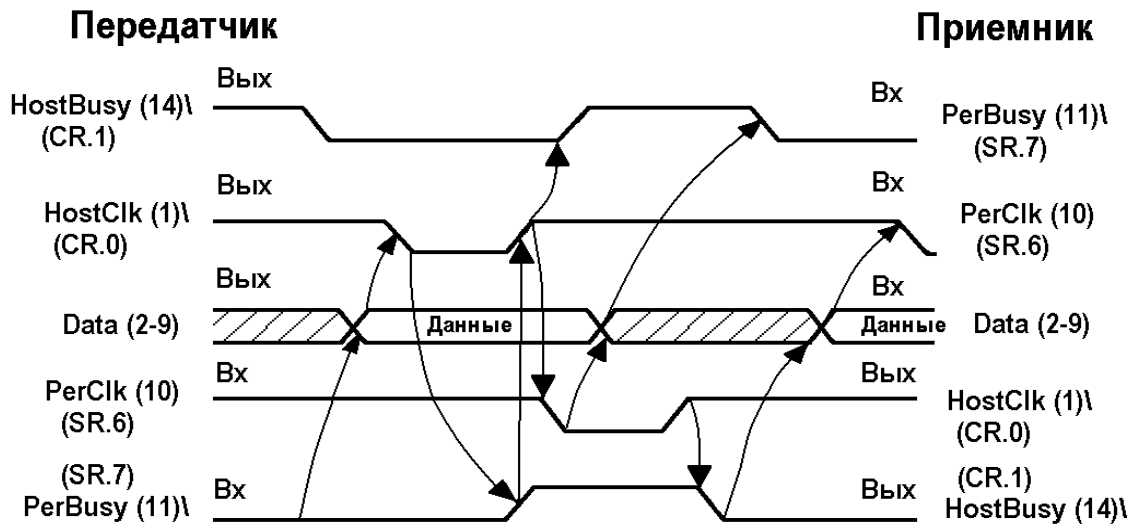

Рис. 1. Временная диаграмма протокола передачи данных через двунаправленные параллельные порты между ПК в режиме Bi-directional
3. Снять осциллограммы сигналов HostBusy (14), HostClc (1), Data (2,3), PerClc (10), PerBusy (11) с привязкой к переднему фронту сигнала HostBusy (14). Сигналы снимать с контактов разъема передающего компьютера, расположенного на кроссовой плате. Номера контактов, на которых наблюдается соответствующий сигнал, приведены в скобках.
4. Сравнить полученные осциллограммы с временными диаграммами, приведенными на рис. 1 и 2.
Передача/прием данных в режиме Bi-directional рассматривается на примере фрагментов программ (программа-передатчик и программа-приемник), реализующих протокол передачи байтов данных через двунаправленный порт Bi-directional из одного ПК в другой с использованием двух типов квитирующих сигналов. Один определяет готовность устройств к обмену. Второй тип сигналов со стороны передатчика сопровождает передаваемые данные и указывает приемнику момент считывания информации с линий данных, а со стороны приемника - подтверждает прием данных приемником (см. рис. 1).
В соответствии с временной диаграммой протокола передачи данных, приведенной на рис.1 и правилами программирования порта программа-передатчик выполняет следующие действия:
В соответствии с временной диаграммой протокола передачи данных, приведенной на рис.1, программа-приемник выполняет следующие действия: